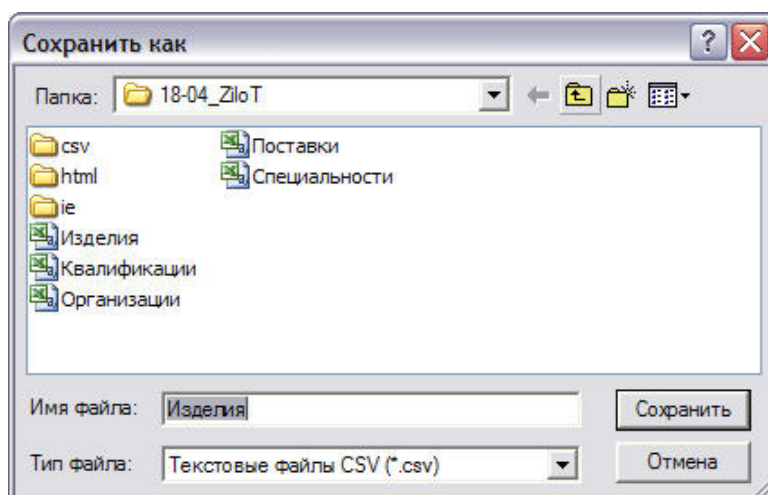

Рис. 3-17
2. Для экспорта параметров изделия нажмите на кнопку , расположенную справа от поля **Экспорт изделий в:**. В результате откроется окно **Сохранить как**, показанное на рис. 3-17, в котором укажите имя файла, в который будут экспортированы параметры изделий, и путь его сохранения.